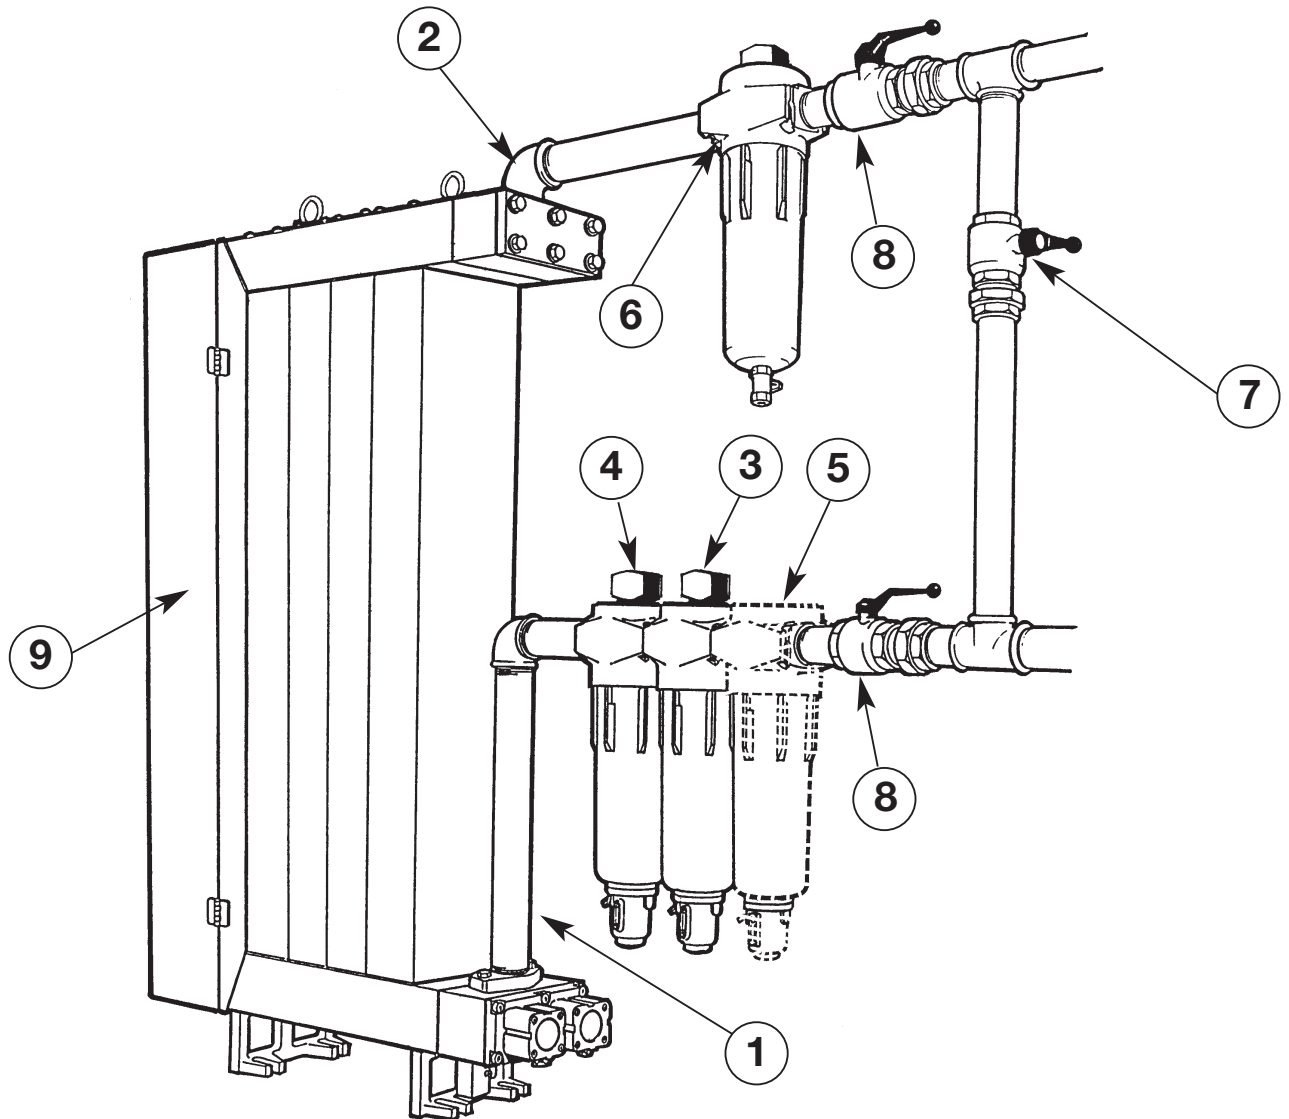
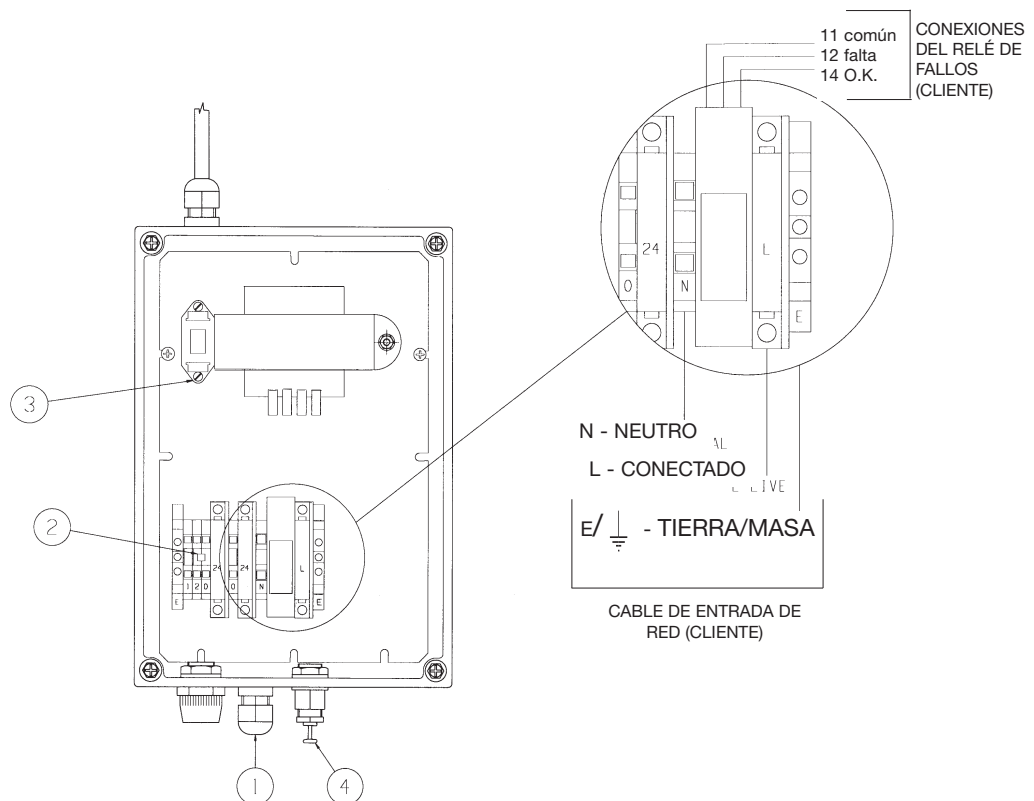
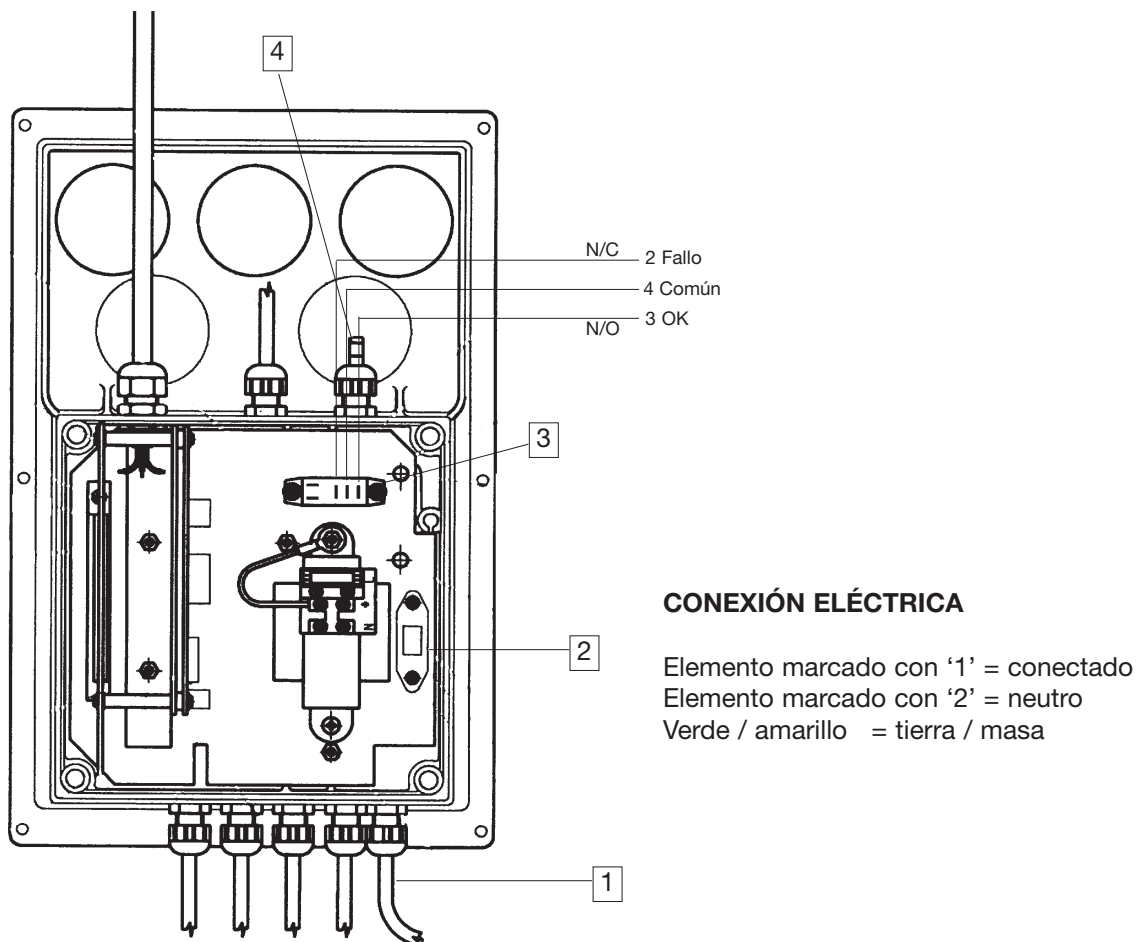

Figura 2 - INSTALACIÓN TÍPICA DE UN MÓDULO
Figura 3 - BASTIDOR DEL TRANSFORMADOR - MODELOS DXE
Figura 4- BASTIDOR DE CONTROL - MODELOS DXS
C) INSTALACIÓN DEL SISTEMA DE FORMA NEUMÁTICA (Ver Figura 2)
CONEXIÓN ELÉCTRICA (Ver Figura 3)
Abra la tapa de control (9- Figura 2) y localice el bastidor del transformador (su aspecto se muestra en la Figura 3). Retire los cuatro tornillos de las esquinas y extraiga la tapa.
Conecte los cables al terminal (2) como se muestra en la Figura 3 y asegúrese de que el selector de tensión (3) muestra la tensión correcta. Apriete los casquillos (1) y coloque de nuevo la tapa.
Se incluye un relé de tensión para la señalización remota de los fallos. Para acceder a esta función, pase el cable a través del soporte de la tapa como se indica arriba e introdúzcalo en el bastidor del transformador a través del casquillo libre (4) después de retirar el tapón obturador. Las conexiones con el relé se muestran en la figura 3. Durante el funcionamiento normal, el relé está permanentemente alimentado y la corriente se corta si se produce un error o un fallo de alimentación. El relé está diseñado para proporcionar una señal de fallo y está calibrado a 250V ca, 1A como máximo.
CONEXIÓN ELÉCTRICA (Ver Figura 4)
Abra la tapa de control (9 - Figura 2) y localice el bastidor de control (su aspecto se muestra en la Figura 4).
Abra la tapa de control (9 - Figura 2), localice el bastidor del contactor (su aspecto se muestra en la Figura 5) e identifique el Disyuntor Miniatura (3) (MCB). Retire la cubierta de la caja MCB.